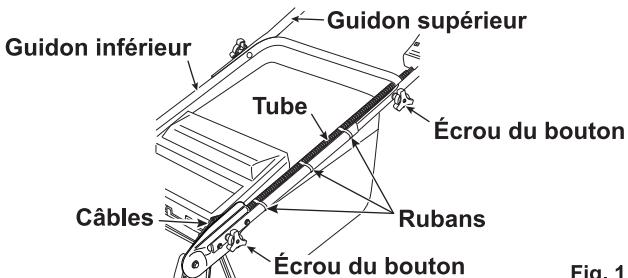

Fig. 1
- Installez le guidon inférieur sur la machine (avec deux écrous du boutons). (Voir Figs. 1 et 2)